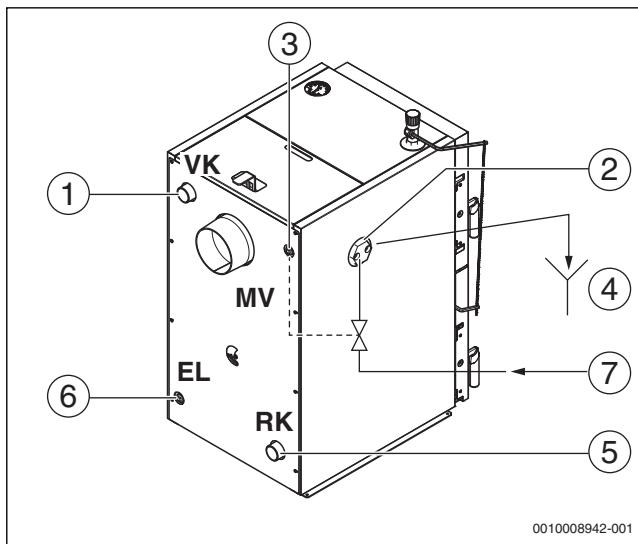

Рис. 17 Подключение предохранительного теплообменника
Подающая и обратная линии предохранительного теплообменника выбираются свободно. Охлаждающая вода должна отводиться через слив (→ рис. 17, [4 и 7]).
- Смонтируйте погружную гильзу (из комплекта термической защиты) для датчика термической защиты (→ рис. 17, [3]).